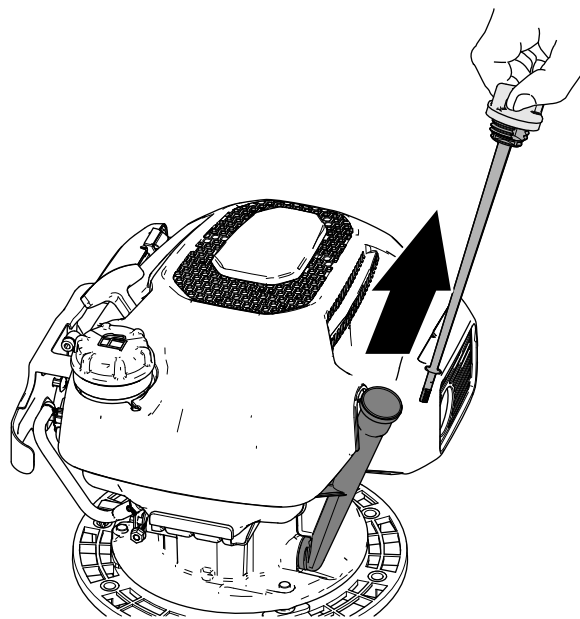

Figura 14
2. Rimuovete l'asta di livello dal bocchettone di riempimento dell'olio e pulite l'asta di livello con un panno pulito (Figura 14).
5. Fissate il raccordo della stegola alla stegola superiore (Figura 14) con il bullone ( $\frac{1}{4}$ " x  $1\frac{3}{4}$ ") e il dado di bloccaggio ( $\frac{1}{4}$ ").